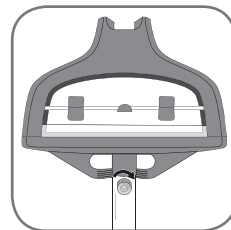

fig. 9
4. Remettez la vis et revissiez jusqu'au bout afin que le cintre soit solidement fixé au mât (fig. 9).